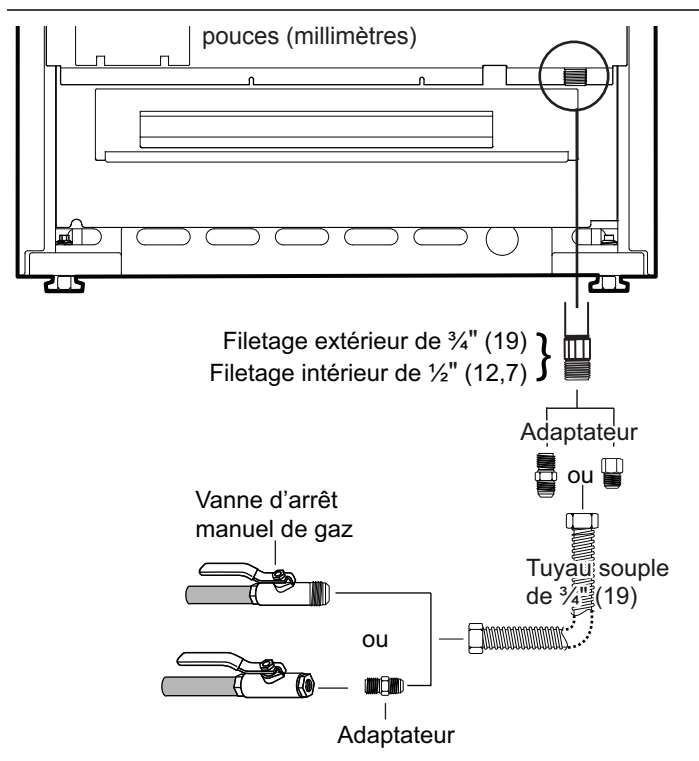

Figure 10 : Raccordement à l'approvisionnement de gaz
2. Utilisez un raccord à gaz souple de 3/4 po. entre l'alimentation en gaz et le tuyau d'arrivée de gaz de l'appareil. Le tuyau d'arrivée de gaz de toutes les cuisinières est situé en bas à droite (voir *Figure 10*). Le tuyau d'arrivée de gaz de l'appareil est de type NPT 1/2 po.